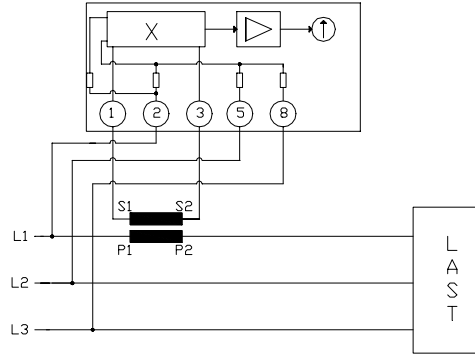

Fig. 1 Kobling av wattmeter type balansert WTCE 230V/400V.
- 3/ Fig.1 i skjema 97101 viser koblingsskjema for en balansert trefasekrets (230/400 V, IT,TT,TN).